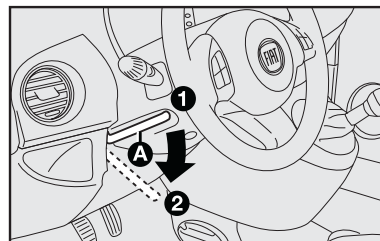

fig. 14
VOLANTE - fig. 14
- 1) deslocar a alavanca **A** para baixo, na posição **2-fig. 14**;